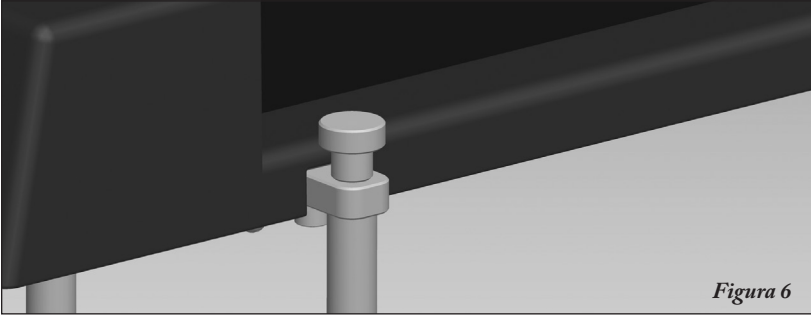

Figura 6
6. Coloque con cuidado la segunda unidad sobre la primera; para ello, coloque las bases de sostén de las unidades sobre las barras de apilamiento. Fije con los tornillos provistos (Figura 6).